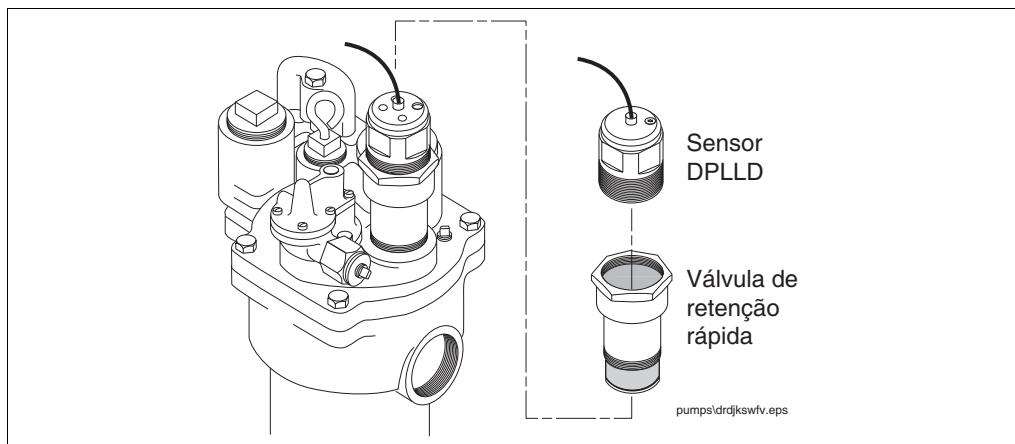
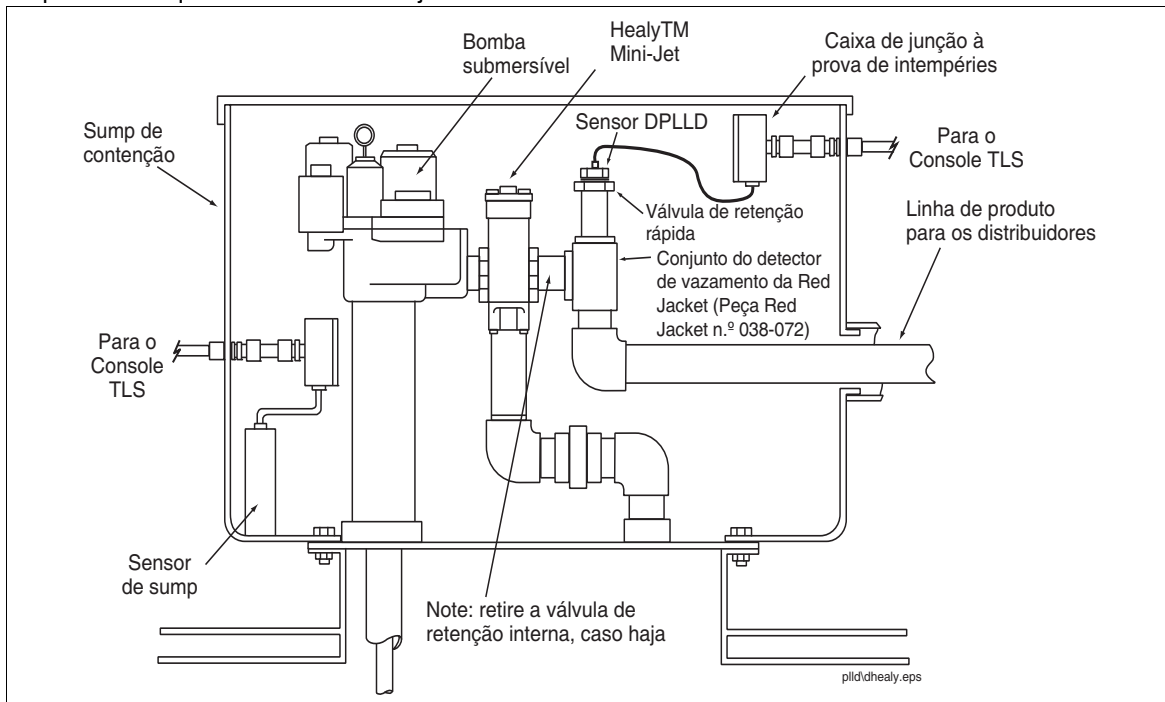

Figura 4. Instalação do transdutor DPLLD
Figura 5. Instalação do DPLLD com sistema Healy Mini-Jet (união dielétrica e válvula de fechamento necessárias e não exibidas)
6. Caso haja um dispositivo de recuperação de vapores de estágio II, vá à etapa 7. Caso não haja um dispositivo de recuperação de vapores de estágio II, instale a válvula de retenção rápida [Figura 4] na porta de LLD mecânico da bomba. Rosqueie o transdutor DPLLD na válvula de retenção rápida.
7. Caso haja um dispositivo de recuperação de vapores de estágio II instalado na tubulação pressurizada, será preciso instalar uma válvula de retenção rápida em um conjunto de detector de vazamento Red Jacket (P/N 038-072), conforme exibição na Figura 5, em vez de instalá-la na porta do detector de vazamento da bomba. É necessário um sump de contenção monitorado pois o transdutor DPLLD deve ser instalado abaixo desses dispositivos.
8. Rosqueie o transdutor DPLLD na válvula de retenção rápida (ver Figura 4 ou Figura 5, conforme o caso).
4. Rosqueie o transdutor DPLLD na porta LLD (Figura 5).
4. Caso a bomba tenha um dispositivo de recuperação de vapores de estágio II instalado na tubulação pressurizada, retire a unidade de LDD mecânico e quaisquer tubos ou acessórios relacionados, caso estejam presentes, e tampe as portas com plugues. Lubrifique o anel o-ring externo na válvula de retenção rápida usando óleo mineral ou outro lubrificante adequado e rosqueie a válvula no conjunto de detecção de vazamento Red Jacket (P/N 038-072), conforme exibição na Figura 5 na página 10, em vez de rosquear na porta do detector de vazamento da bomba. Depois, rosqueie o transdutor DPLLD na válvula de retenção rápida.
4. Caso a bomba tenha um dispositivo de recuperação de vapores de estágio II instalado na tubulação pressurizada, lubrifique o anel o-ring externo na válvula de retenção rápida usando óleo mineral ou outro lubrificante adequado e rosqueie a válvula no conjunto de detecção de vazamento Red Jacket (P/N 038-072), conforme exibição na Figura 5 na página 10, em vez de rosquear na porta do detector de vazamento da bomba. Depois, rosqueie o transdutor DPLLD na válvula de retenção rápida.